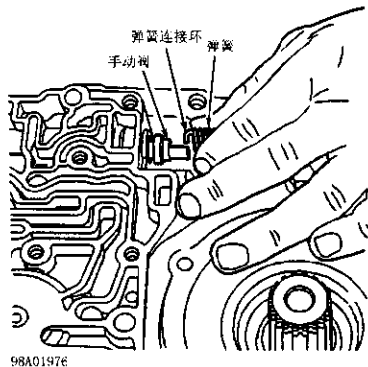

图 2-64 从手动阀上拆下弹簧连接钩
1) 拆卸手动换挡锁螺栓。拆下手动换挡锁销和弹簧支撑板。提起弹簧连接钩离开手动阀(见图 2-64)。